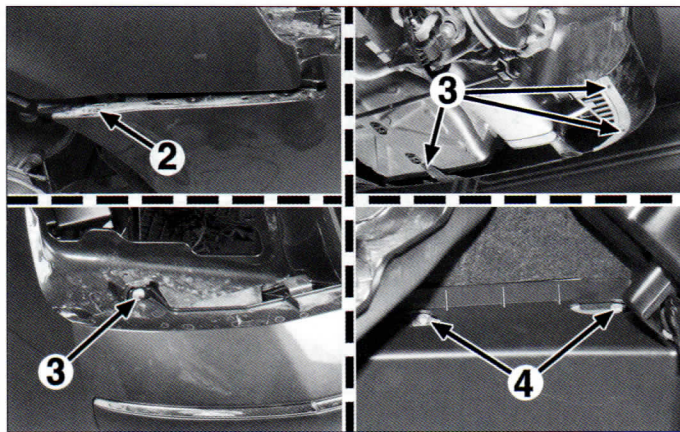

FIG. 74
- las fijaciones izq. y der. (2) (en pasos de ruedas exteriores) (fig. 74).
- las fijaciones izq. y der. (3).
- las fijaciones izq. y der. (4) (por el interior del maletero).